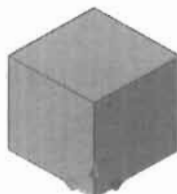

图 13-51
(6) 执行“视图>视觉样式>概念”菜单命令，以实体方式显示，效果如图 13-51 所示。